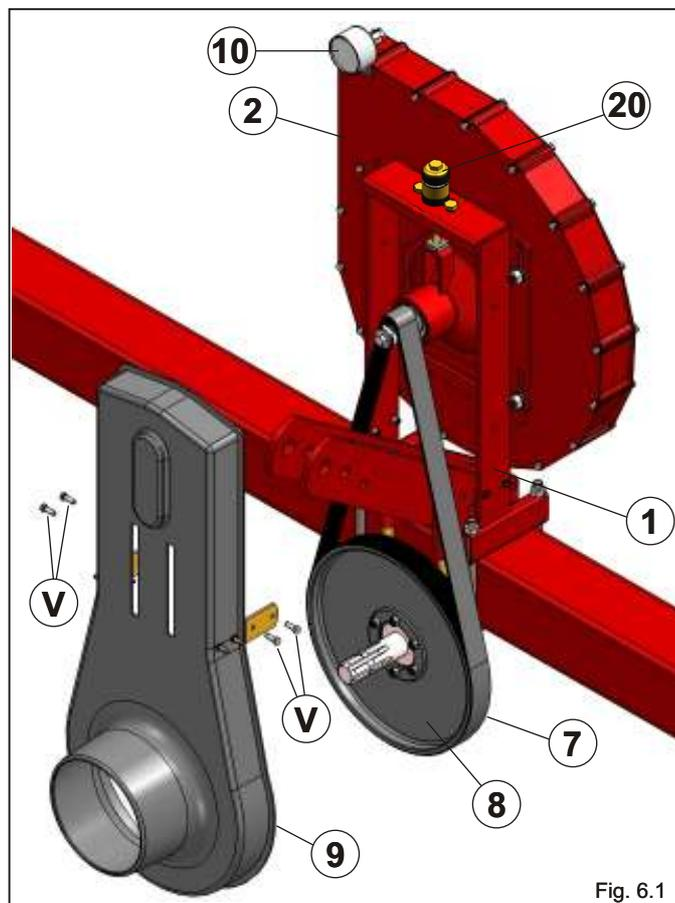

Fig. 6.1
Задача пневматического депрессора (Рис.6.1) создать давление внутри распределителя семян. Такое давление позволяет посевному диску загружать семена в специальные отверстия.
- Депрессор (Рис.6.1) состоит из несущей рамы **1**, на которую фиксируются:
- Вакуумметр **10** (Рис.6.1), позволяющий отметить значение напряжения, присутствующего в вытяжной распределителя семян.